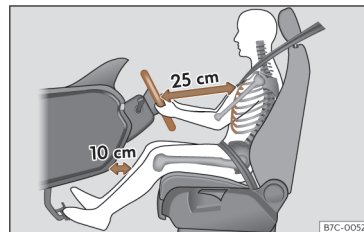

Abb. 14 Der richtige Abstand des Fahrers zum Lenkrad muss mindestens 25 cm (10 inch) betragen.
- Lenkrad so einstellen, dass der Abstand zwischen Lenkrad und Brustbein mindestens 25 cm (10 Zoll) beträgt >>> (Abb. 14) und das Lenkrad mit beiden Händen und leicht gebeugten Armen seitlich am äußeren Rand festgehalten werden kann.